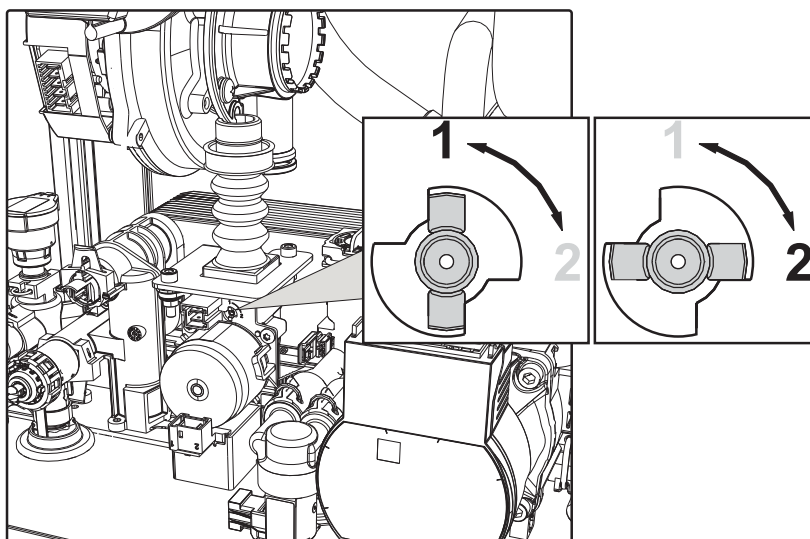

рис. 23
3. Поверните дроссель (рис. 23) в положение, указанное на таблица 7.